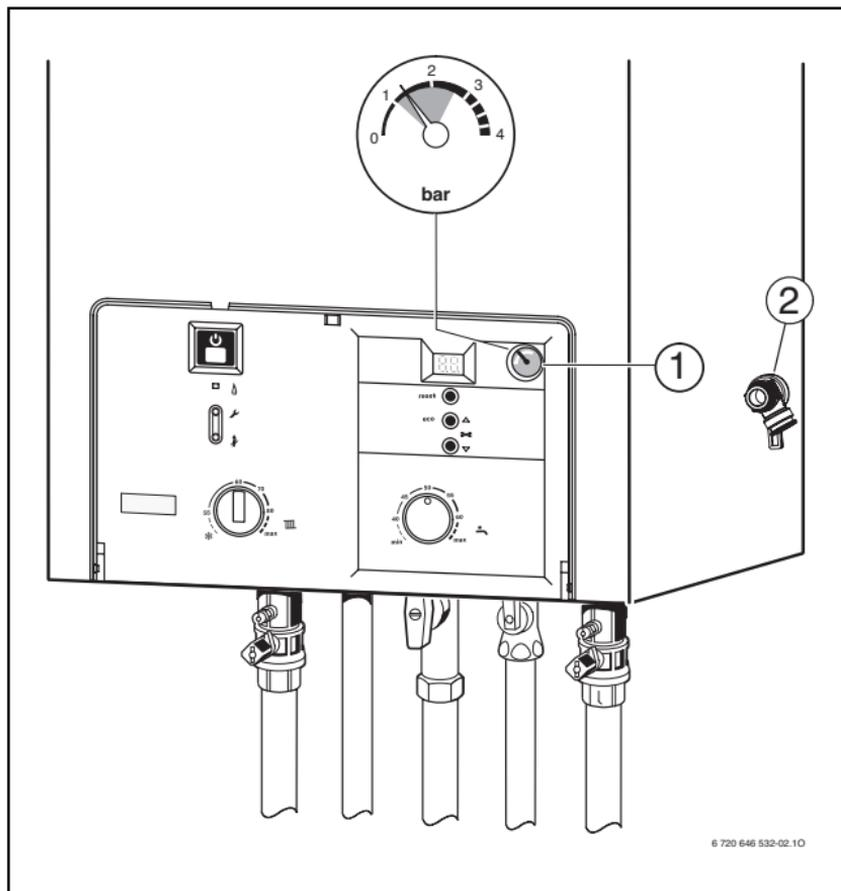

Bild 3
- ▶ Der Zeiger am Manometer (→ Bild 3, [1]) soll zwischen 1 bar und 2 bar stehen.
- ▶ **Max. Druck** von 3 bar, bei höchster Temperatur des Heizungswassers, darf nicht überschritten werden (Sicherheitsventil öffnet (→ Bild 3, [2])).